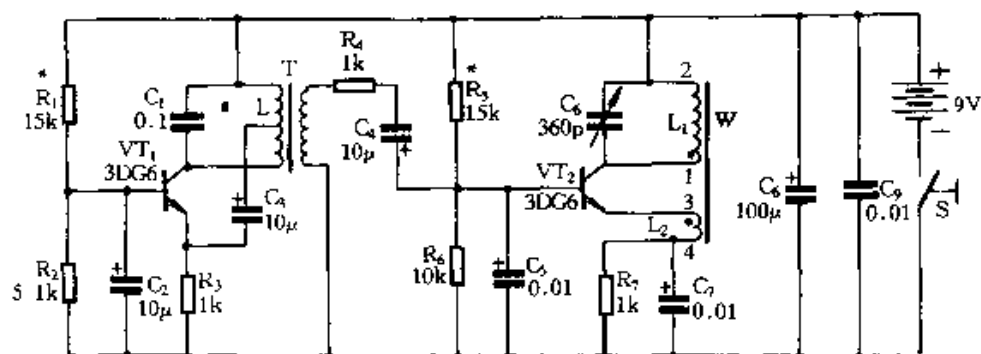

图 4-31
① 图 4-31 所示为高频信号发生器电路图。晶体管 VT_1